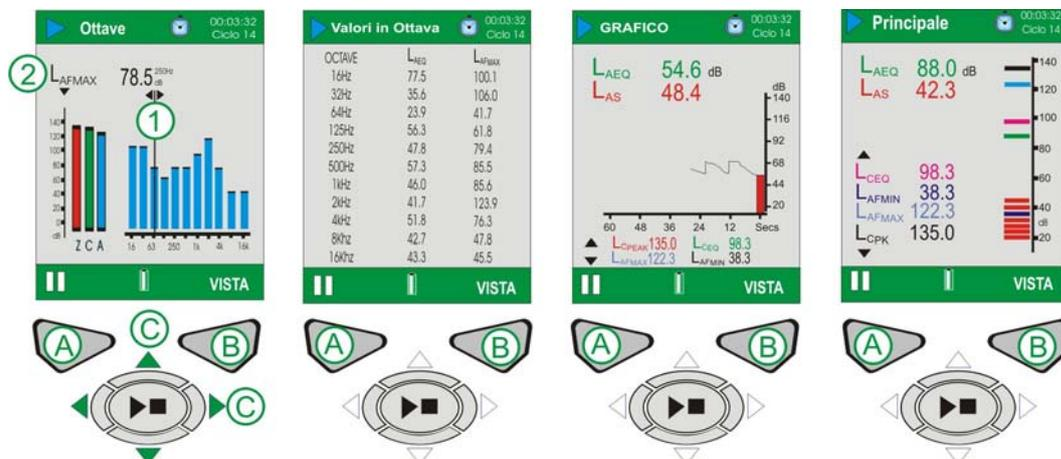

Figura 14 CEL-620B Schermate Ciclo principale
CEL-620B (fare riferimento alla figura 14).
CEL-620B contiene due ulteriori schermate in ottava, come mostrato in figura 14. Utilizzare il tasto Vista (B) per passare attraverso le quattro schermate disponibili. Utilizzare i tasti cursore Sinistro/DESTRO (C) per spostarsi tra le bande di frequenza (1) quando si è in modalità grafica. Utilizzare i tasti cursore Su/Giù (C) per passare tra i parametri LMAX e LAEQ (2).